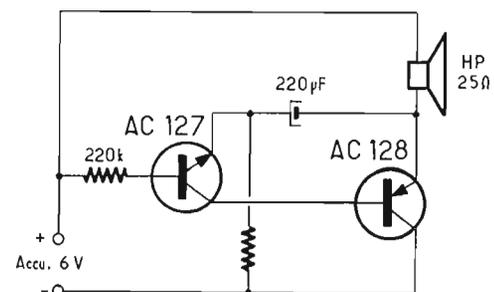
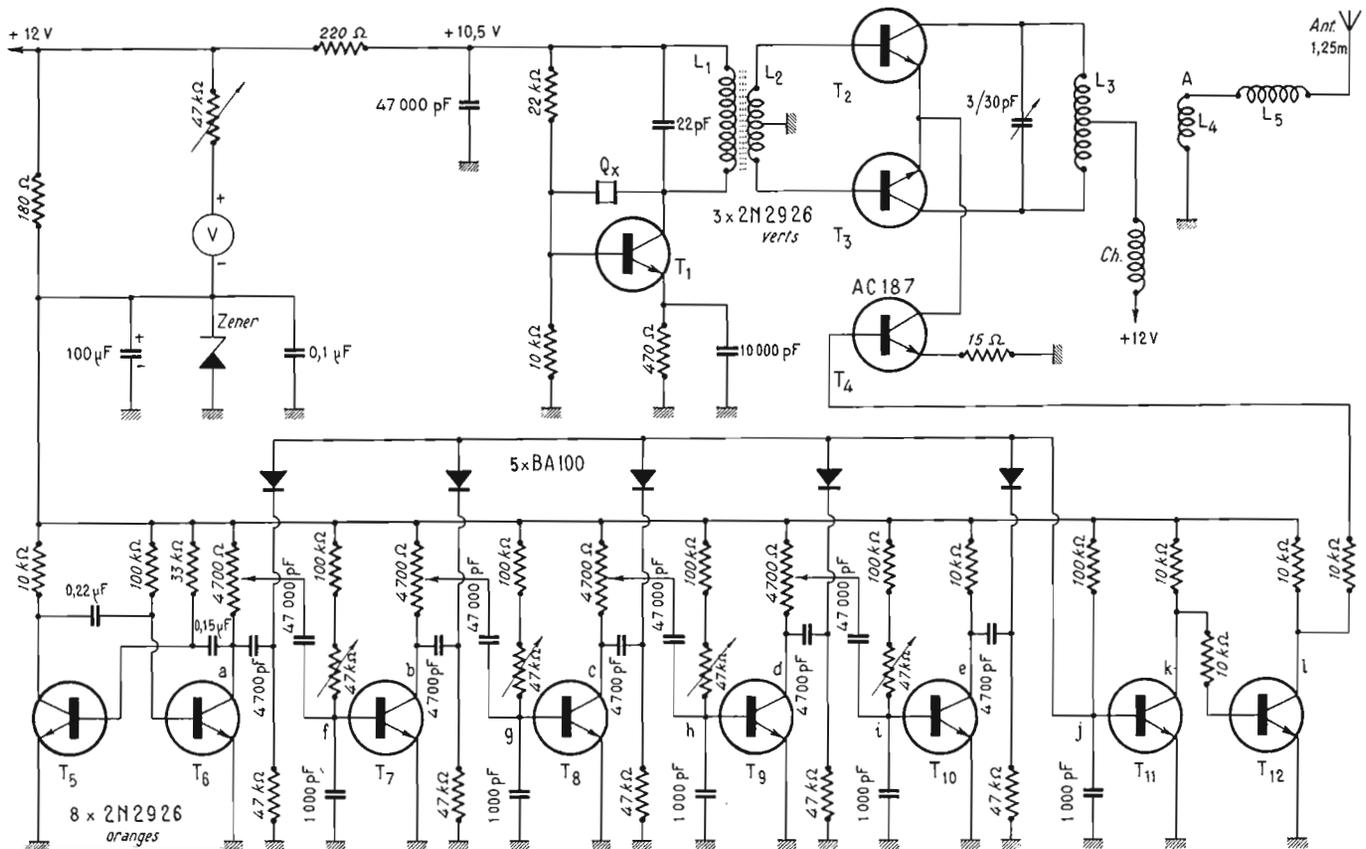
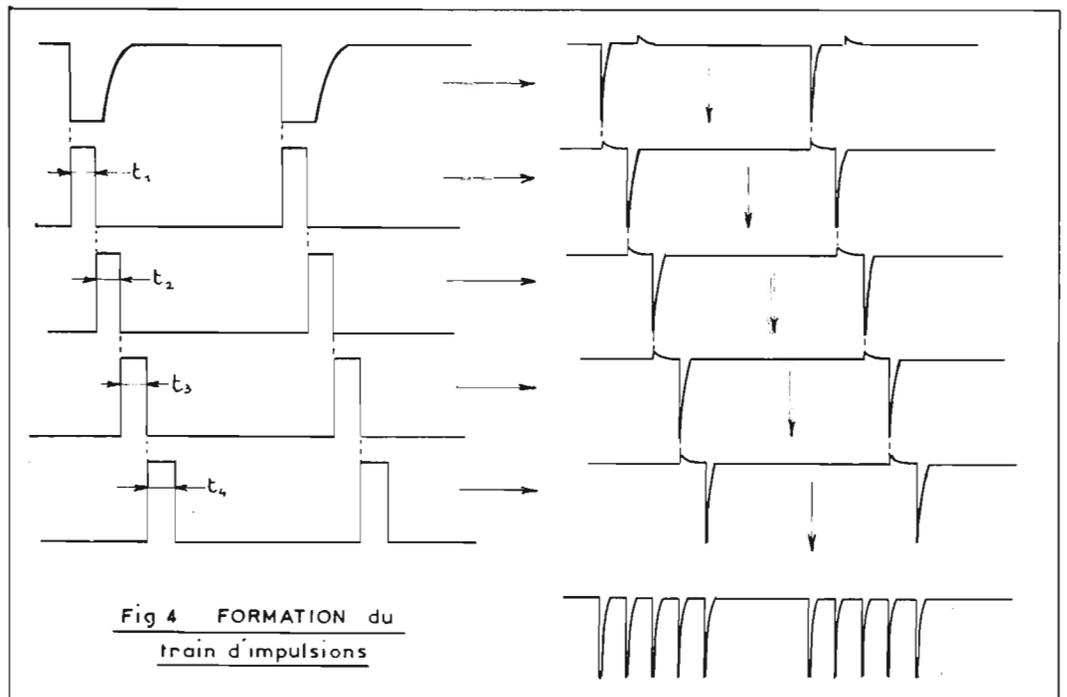

FIG. 11. - La corne de brume ASK3.
FIG. 2
Fig 4 FORMATION du train d'impulsions
En figure 11 nous proposons un schéma de dispositif électronique sonore. Il reproduit sensible-
I. ANALYSE DU SCHEMA (Fig. 2)
— **Un multivibrateur astable** type de Abraham et Bloch, constitué par les transistors T₅ et T₆, à couplage croisé, fabrique un signal rectangulaire dissymétrique de fréquence voisine de 50 Hz. Ce signal rectangulaire donnera la fréquence de répétition du cycle, c'est-à-dire du train d'impulsions. C'est pourquoi certains l'appellent « l'horloge ». Il serait plus correct de parler de base de temps. Le signal obtenu en a de la figure 2 est visible en figure 4 (c'est le premier) et en figure 11 Pt a.
Il en sera de même pour chacun des étages suivants qui fourniront à chaque fois, un signal rectangulaire, commençant quand le précédent se termine (gauche de Fig. 4).
Nous avons représenté en figure 4 les positions relatives dans le temps des cinq signaux fabriqués par le codeur. Ces signaux sont fortement différenciés par une liaison à très faible constante de temps (4 700 pF et 47 000 ohms), puis envoyés, par l'intermédiaire
Ces diodes ont un double rôle : ne laisser passer que l'impulsion négative (de part leur sens) et surtout empêcher chaque circuit de réagir sur les autres. On retrouve donc sur la barre les cinq impulsions négatives, définissant nos quatre intervalles de temps t_1, t_2, t_3, t_4 (voir Fig. 4).